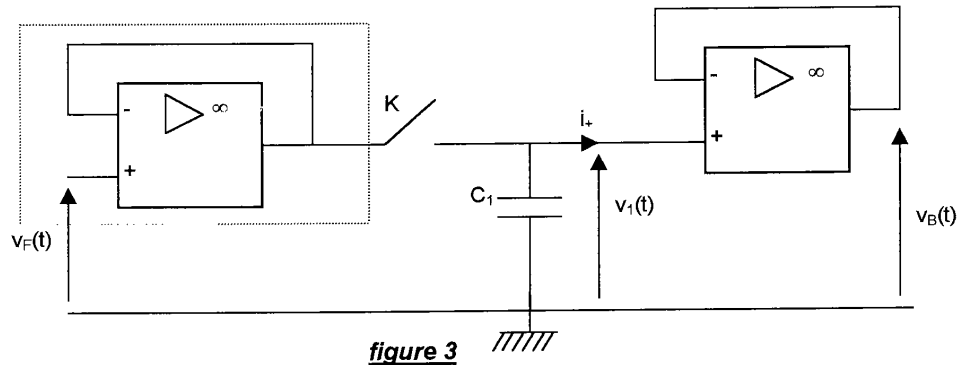

figure 3
2/ Le schéma de principe de l'échantillonneur bloqueur est représenté **figure 3**.
- 2.1/ Quel est le rôle de l'étage représenté à l'intérieur des pointillés **figure 3** ? Quel est son nom ?